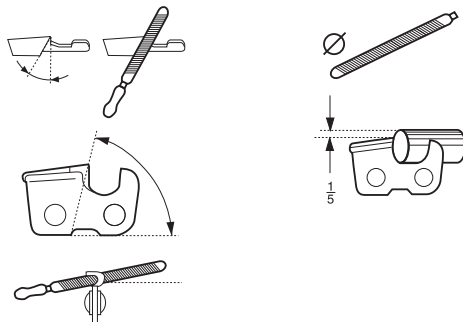

Abb. 31
Beachten Sie beim Schärfen der Sägekette (8) folgende Aspekte (Abb. 31):